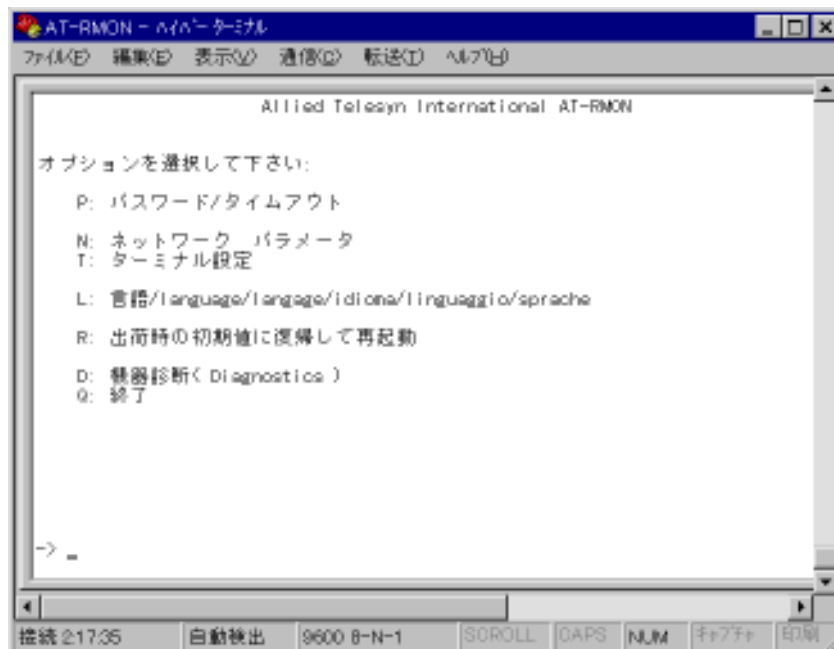

図5-1: メインメニュー
(1) メインメニュー(図5-1)で"N"と入力し、リターンキーを押してください。